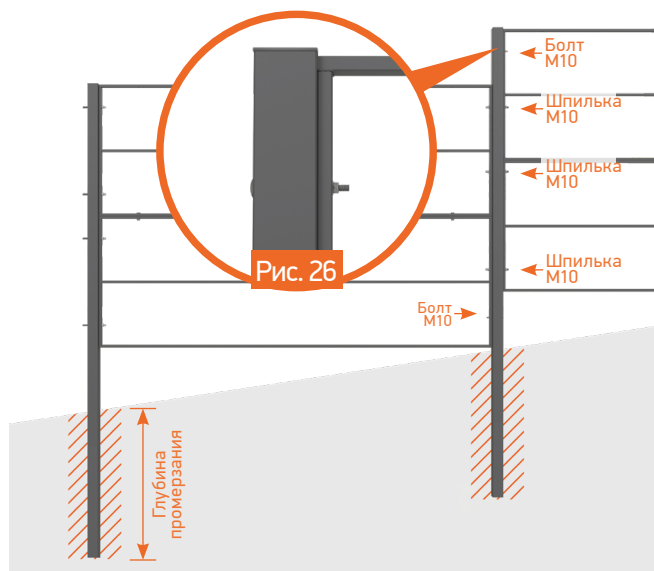

Рис. 25
2. Для монтажа второй секции разметьте место крепления секции к столбу и просверлите в столбе и в секции необходимые дополнительные отверстия под шпильку М10 в соответствии с расположением секции. Рис. 25.